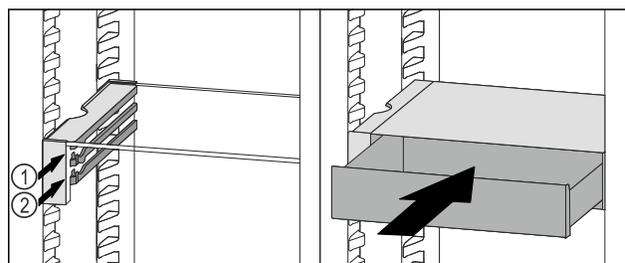

Fig. 101
- Placer le tiroir VarioSafe derrière les butées sur la nervure désirée Fig. 101 (1) ou Fig. 101 (2).